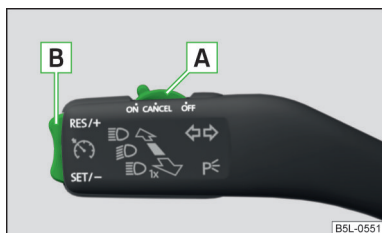

Fig. 124
► Ponga el conmutador **A** » fig. 124 a la posición **ON**.
► Ponga el conmutador **A** » fig. 124 a la posición **OFF**.
- Presione el balancín **B** a la posición **SET/-** » fig. 124 de la página 158.
► Presione el balancín **B** a la posición **RES/+** » fig. 124 de la página 158.
La velocidad memorizada se puede **reducir** presionando el balancín **B** en la posición **SET/-** » fig. 124 de la página 158.
El sistema regulador de la velocidad también se **desconecta temporalmente**, pulsando el interruptor **A** » fig. 124 de la página 158 en la posición de suspensión elástica **CANCEL** o bien el pedal de freno o de embrague.